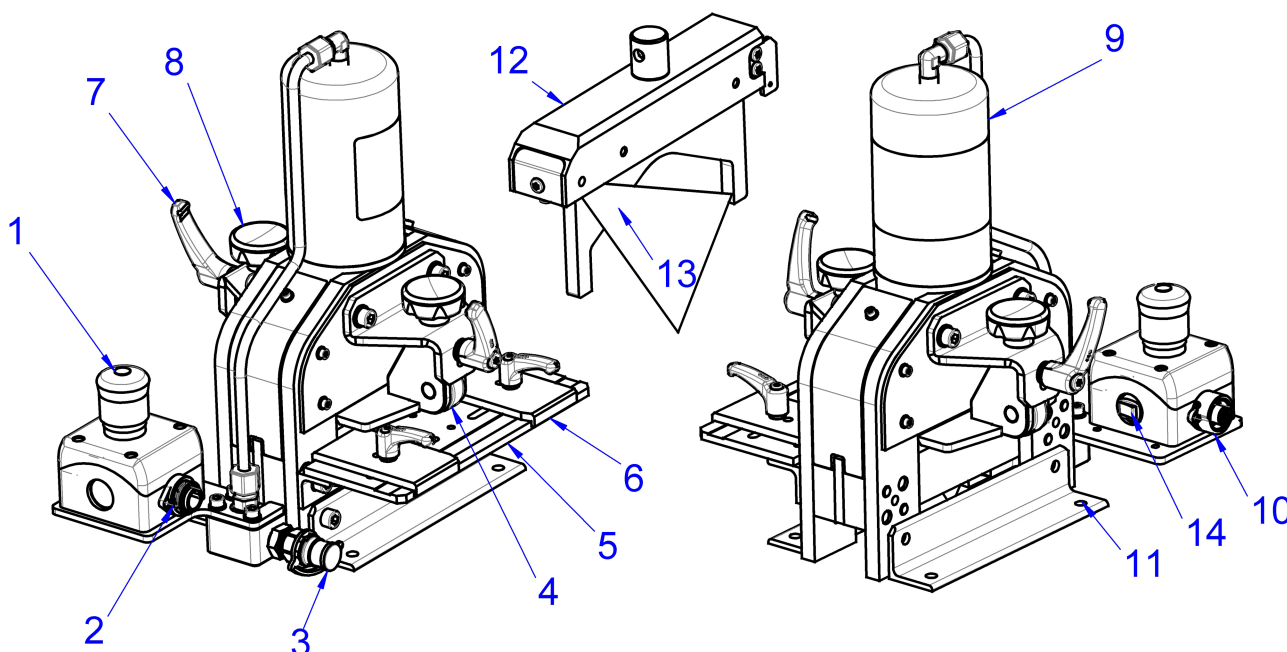

Fig. 1 : vue de face et de derrière
- Raccorder le tuyau hydraulique au raccordement hydraulique (fig. 1, 3) et l'alimentation électrique au raccordement électrique (fig. 1, 2) de la machine.
- Raccorder ensuite le câble de l'interrupteur au pied dans la prise tétrapolaire (fig. 1, 10).
- **Lors d'une situation dangereuse, actionner le bouton d'arrêt d'urgence rouge (fig. 1, 1) de la machine pour arrêter l'usinage !**
- Desserrer les leviers de serrage des plaques de guidage latéral (fig. 1, 6) de la table-support et régler les plaques de guidage sur la largeur de la barre de courant.
- Introduire maintenant la barre de courant depuis le côté de la surface de dépose (fig. 1, 5) dans la machine à couper.
- Desserrer les vis de serrage (fig. 1, 8) des deux maintiens et régler les maintiens sur l'épaisseur de matériau de la pièce.
- Actionner l'interrupteur pour le laser (fig. 1, 14) pour mettre le laser à ligne en fonction.